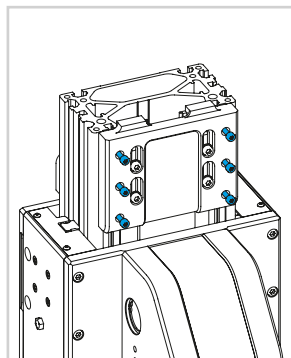
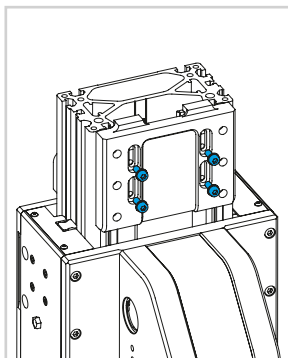
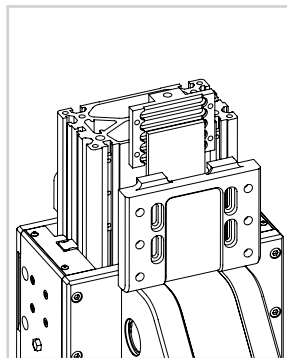

図 5
図 6
図 7
- 4) ベルトクランププレートのネジを外し、アクチュエータから離します (図 5、図 6、図 7 を参照)。